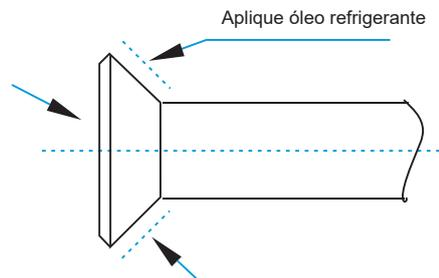

Figura 4.3
- Antes de instalar a tampa do encaixe no encaixe do tubo, aplique algum óleo refrigerante ao encaixe (dentro e fora) e depois gire-o três ou quatro vezes antes de apertar a tampa. Consulte a Figura 4.3.